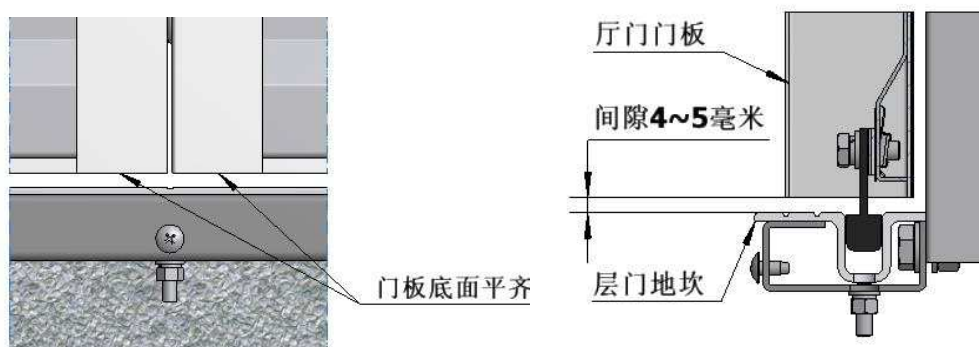

图 7-18
4) 门板与门板的底面平齐。门板底面与层门地坎的间隙4~5毫米。请见图 7-18: